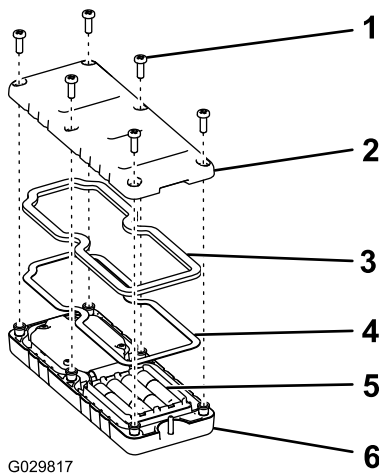

Bild 17
2. Legen Sie jede Batterie in ein Batteriefach ein und achten Sie auf die richtige Polarität (Bild 17).
3. Stellen Sie sicher, dass die Stahldichtung und die Gummidichtung im Kanal in der Fernbedienung liegen und setzen Sie die Rückabdeckung auf (Bild 17).
4. Befestigen Sie die Abdeckung mit sechs Schrauben (Bild 17) und ziehen sie mit 1,5-1,7 N·m an.